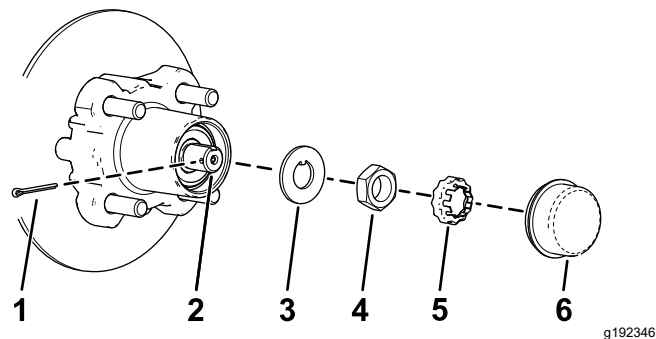
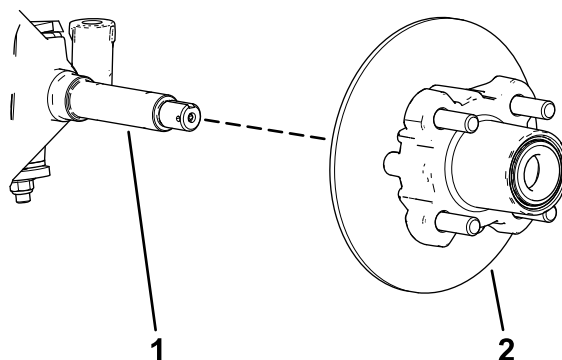

Bild 22
Bild 23
4. Nehmen Sie den Staubdeckel von der Radnabe ab (**Bild 22**).
5. Nehmen Sie den Splint und die Mutterbefestigung von der Spindel und der Spindelmutter ab (**Bild 22**).
6. Nehmen Sie die Spindelmutter von der Spindel ab und trennen die Radnabe und den Drehzylinder von der Spindel ab (**Bild 22** und **Bild 23**).